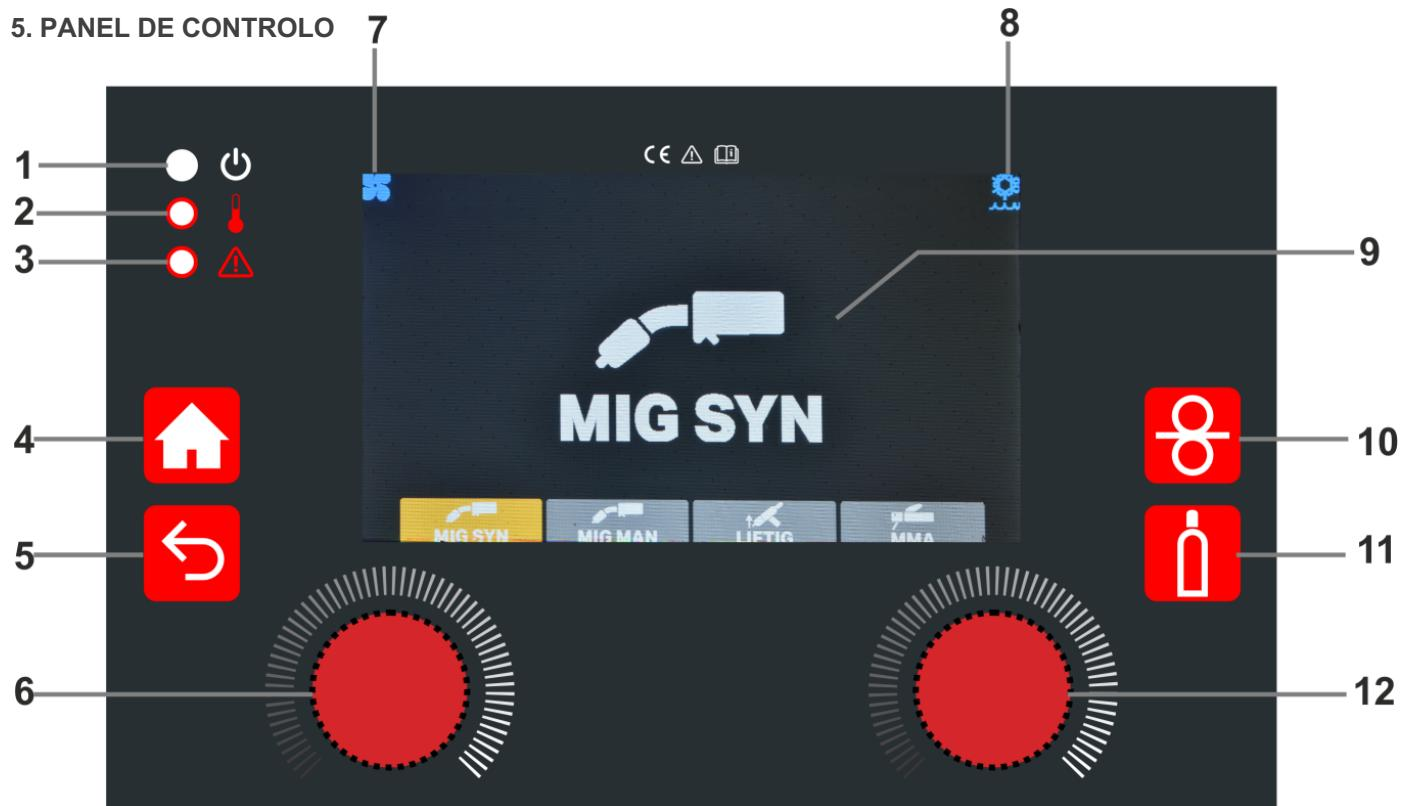
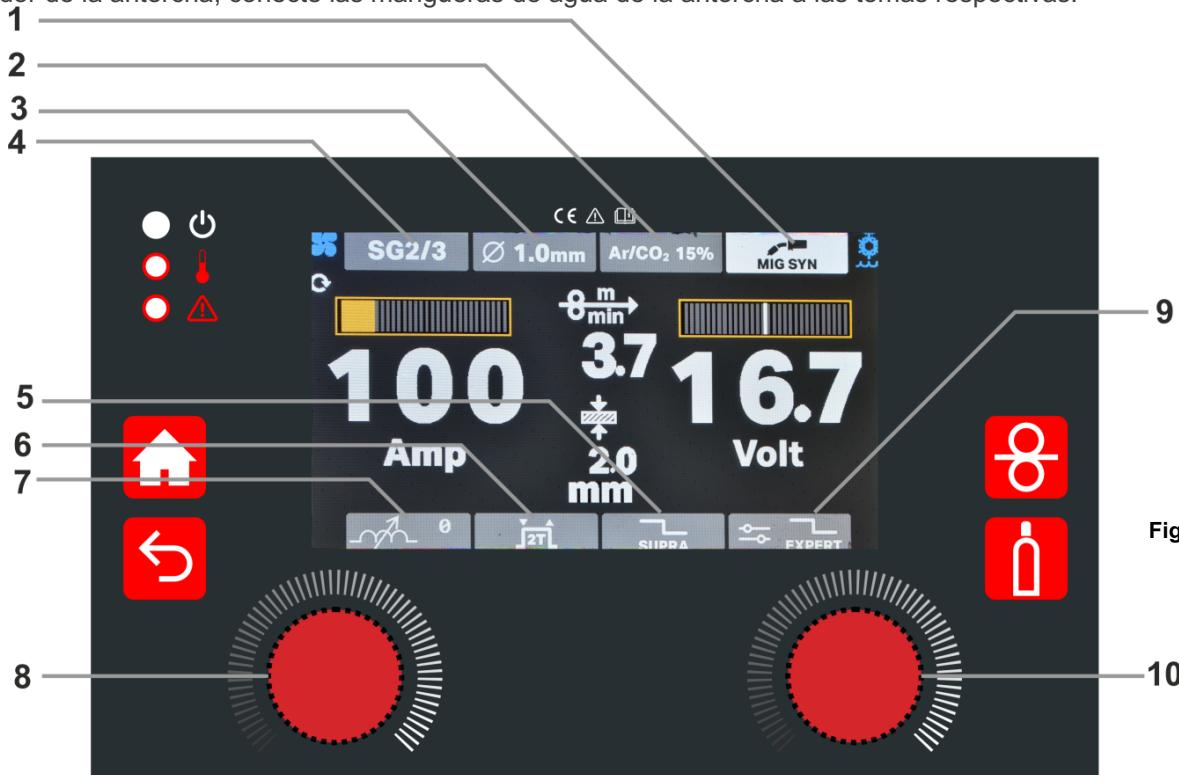
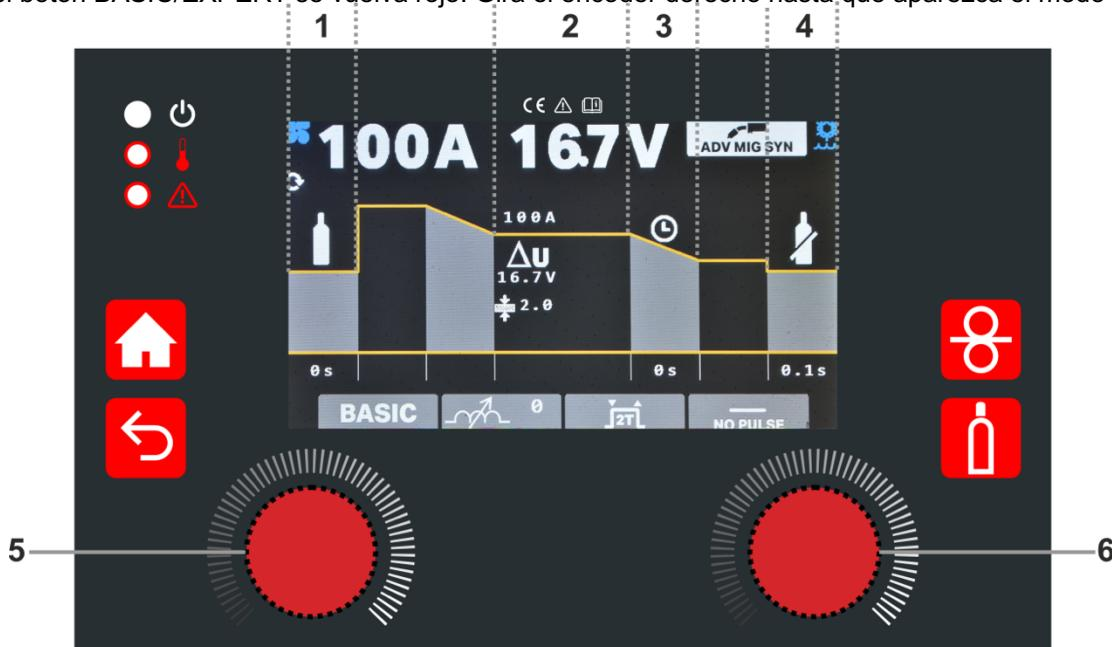
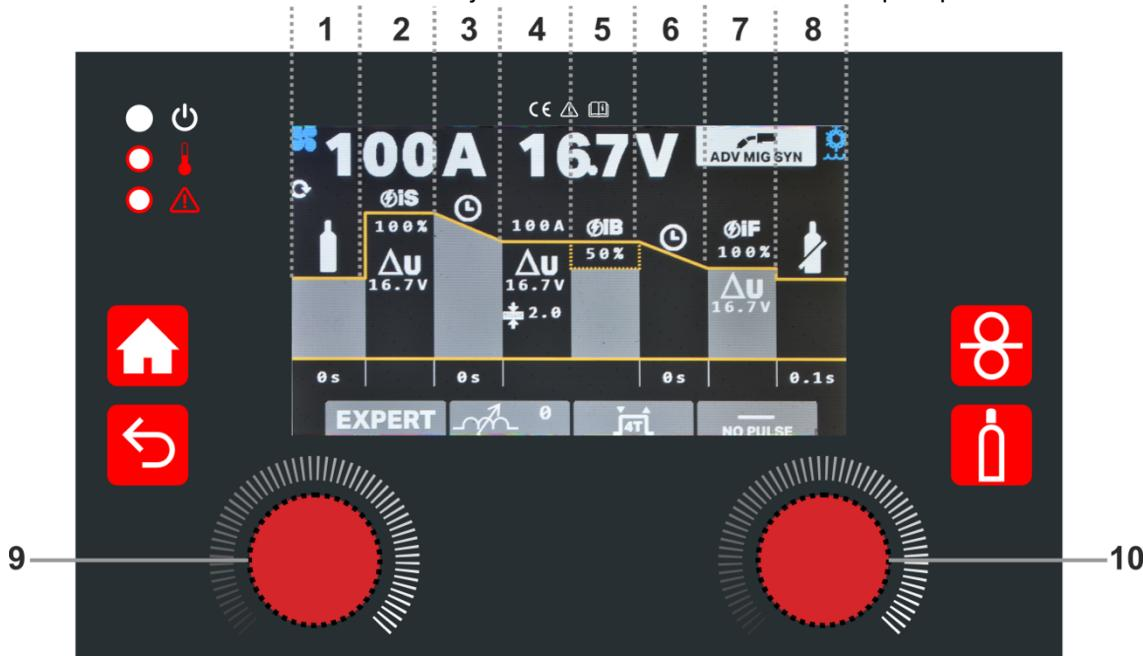

Fig 1.
Fig. 5.
Fig. 6
Fig. 8
Destornillar la tuerca de sujeción (1- Fig.2) para colocarse la bobina de hilo (3- Fig.2) sobre el portabobinas (4- fig.1). Hay que confirmar que el sistema de freno (2- Fig.2) queda operativo, con el perno del portabobinas (5- Fig.2) correctamente introducido en el agujero de la bobina (3- Fig.2). Después de colocada la bobina, apretar la tuerca de sujeción.
Seleccione el modo de soldadura MIG/MAG SYN pulsando el encoder lateral derecho (10 - Fig. 5) en la opción de menú correspondiente. Ha entrado en el modo MIG SYN en el que puede visualizar el estado del modo respectivo (1 - Fig. 1)
- Todos los elementos del menú se vuelven rojos cuando se hace clic en ellos para establecer su valor. Seleccione el material a soldar (elemento de menú 4 - Fig. 5), el diámetro del hilo (elemento de menú 3 - Fig. 5) y el tipo de gas (elemento de menú 2 - Fig. 5) con el encoder derecho (10 - Fig. 5) de acuerdo con las siguientes tablas de programas sinérgicos:
- Ajuste la inductancia (opción de menú 7 - Fig. 5) con el encoder lateral derecho (10 - Fig. 5): menos inductancia (arco más estrecho, más penetración) y más inductancia (arco más ancho, más relleno).
- Dentro del programa sinérgico, puede ajustar la corriente de soldadura con el encoder del lado izquierdo (8 - Fig. 5) y con el encoder del lado derecho (10 - Fig. 5) puede realizar un ajuste sinérgico fino.
- Puede elegir entre los modos de antorcha de soldadura 2T, 4T o SPOT con el encoder lateral derecho (10 - Fig. 5):
Modo de punto MIG/MAG - Cuando se selecciona indica que la máquina está en modo de soldadura por puntos MIG/MAG. Gire el encoder del lado derecho (10 - Fig. 5) para seleccionar el tiempo de SPOT en segundos. Inicie la soldadura por puntos pulsando el gatillo de la antorcha y continuando pulsado hasta el final del programa de soldadura MIG ajustado.
- Puede elegir entre soldadura de cortocircuito no pulsada y SUPRA (elemento de menú 5 - Fig. 5) con el encoder lateral derecho (10 - Fig. 5). SUPRA es un tipo de soldadura pulsada (una alternancia entre dos niveles de potencia) con modo de transferencia en cortocircuito (véase el capítulo 8.4 para más información).
Para entrar en ADV MIG SYN, gire el encoder derecho (Nr.10 - Fig. 5) hasta que el botón (nr.9 - Fig. 5) se vuelva amarillo. A continuación, pulse el botón del encoder derecho. Para seleccionar el MODO BÁSICO (en ADV MIG SYN), pulse el botón del encoder derecho (nº 6 - Fig. 6) hasta que un parámetro se vuelva amarillo. Gira el encoder derecho hasta que el botón BASIC/EXPERT se vuelva amarillo. Pulsa el botón derecho del encoder para que el botón BASIC/EXPERT se vuelva rojo. Gira el encoder derecho hasta que aparezca el modo BÁSICO.
Para entrar en ADV MIG SYN, gire el encoder derecho (Nr.10 - Fig. 5) hasta que el botón (nr.9 - Fig. 5) se vuelva amarillo. A continuación, pulse el botón del encoder derecho. Para seleccionar EXPERT MODE (en ADV MIG SYN), pulse el botón del encoder derecho (nº 10 - Fig. 8) hasta que un parámetro se vuelva amarillo. Gira el encoder derecho hasta que el botón BASIC/EXPERT se vuelva amarillo. Pulsa el botón derecho del encoder para que el botón BÁSICO/EXPERT se vuelva rojo. Gira el encoder derecho hasta que aparezca el modo BÁSICO.